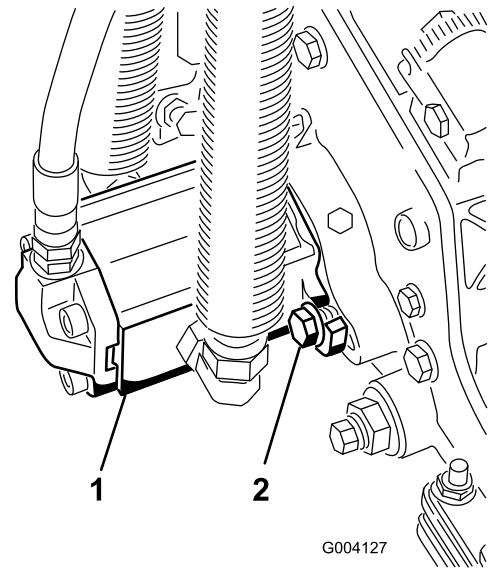

**Bild 19**
13. Befestigen Sie die Hubarmkette mit dem Einraststift an der Kettenhalterung (Bild 19). Verwenden Sie die Anzahl der Kettenglieder, die in der *Bedienungsanleitung* der Schneideeinheit beschrieben ist.